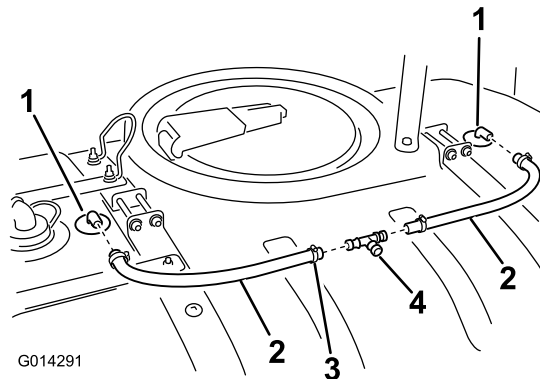

図 21
2. 各ホースの端部にクランプを取り付ける【図 21】。
3. すすぎノズルのバーブにホースを接続する【図 21】。
2. 先に取り付けたすすぎノズル用ホースの、開放側端部に字フィッティングを取り付ける【図 21】。